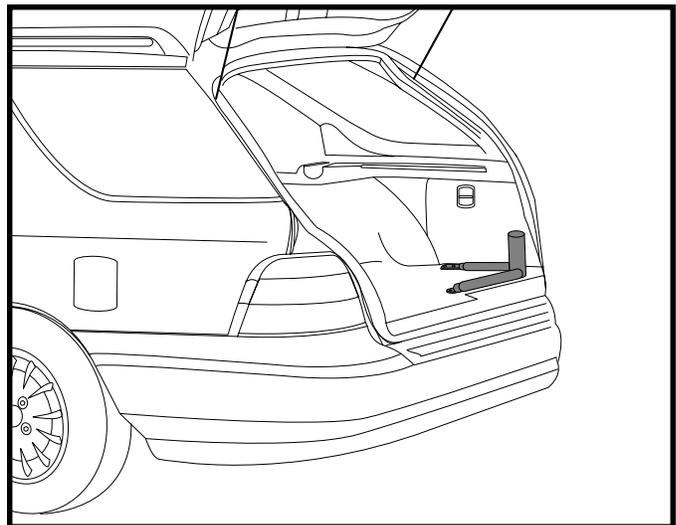
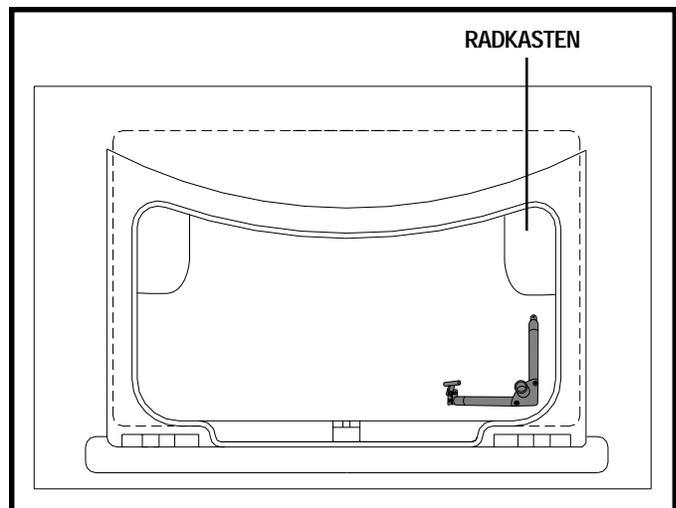

Abbildung 2. L-Rahmen (Installation mit Heckklappen)
Abbildung 3. L-Rahmen (Installation im Kofferraum)
2. Bevor Sie den Lift fest einbauen, plazieren Sie den L-Rahmen in Ihrem Fahrzeug so, wie Sie den Einbau planen. Siehe Abb. 2 für die Positionierung des L-Rahmens für Fahrzeuge mit einer Heckklappe oder Abb. 3 für Fahrzeuge mit Ladefläche.
Plazieren Sie den L-Rahmen wie abgebildet in Abb. 3. Achten Sie bei der Aufstellung des L-Rahmens darauf, dass die Rahmenausleger nicht mit dem Radkasten kollidieren. Vergewissern Sie sich, dass sich der Elektrorollstuhl bequem auf der Ladefläche abstellen lässt.